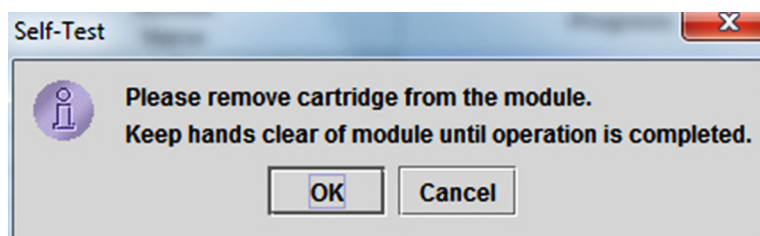

Figura 9-35. Caseta de dialog Autotest
5. Faceți clic pe **Autotest (Self-Test)**. Apare caseta de dialog Autotest (Self-Test). Consultați Figura 9-35.